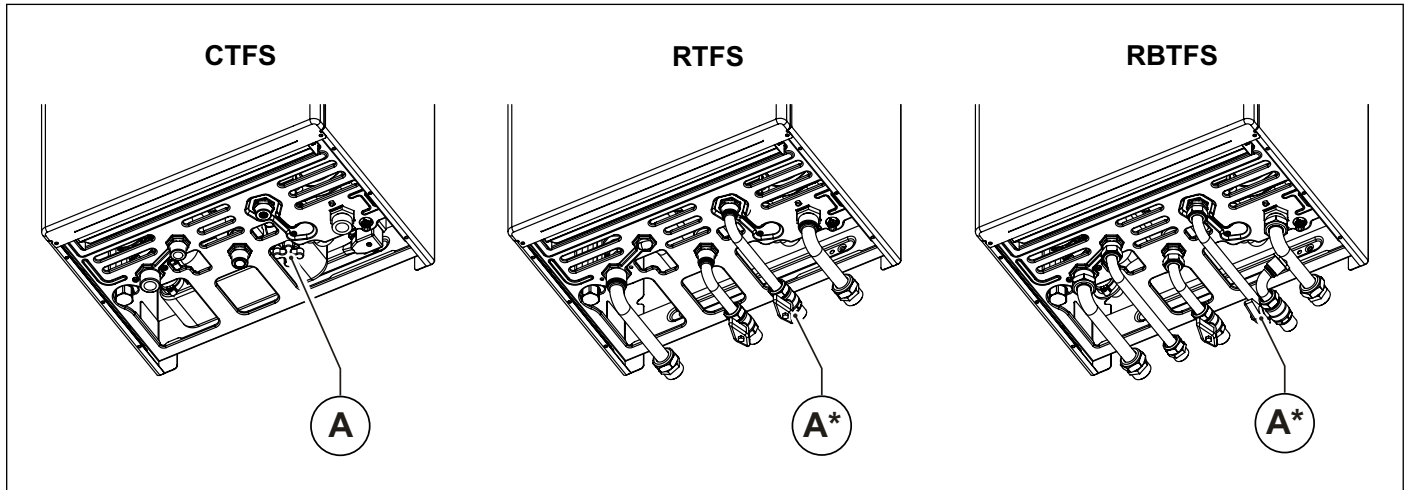

Fig. 2 Robinets de remplissage - (A\*) en option.
Effectuer le remplissage du système en agissant sur le robinet de remplissage (A) (voir Fig. 2 Robinets de remplissage - (A\*) en option.).